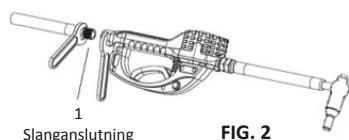

FIG. 2
2. Applicera gängtättningsmedel på slänganslutningens hangängor. Gänga slangen i svängtappen (1) och dra åt den ordentligt (FIG. 2). Se till att du låter tättningsmedlet härra enligt tillverkarens rekommendationer innan du släpper in vätska i systemet.